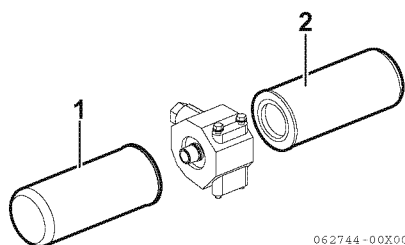

Figura 2
3. Retire el filtro de aceite de motor (**Figura 2**) con una llave de filtros (girando en sentido contrario a las agujas del reloj).